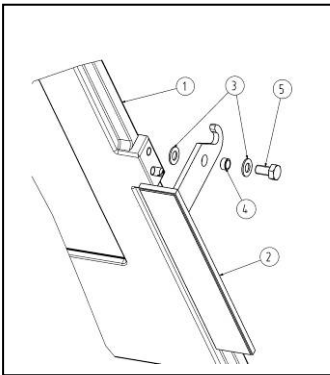

Bild 4
Das Gerät wird mit demontiertem Heizzünder ausgeliefert. Vor Inbetriebnahme muss der Griff wie in Bild 4 abgebildet montiert werden.
- Vor Inbetriebnahme sind die Transportsicherungen über dem Feuerraum herauszunehmen und evtl. Aufkleber auf der Sichtscheibe rückstandsfrei zu entfernen. Der Heizztürgriff ist nach Abbildung 4 anzubauen.